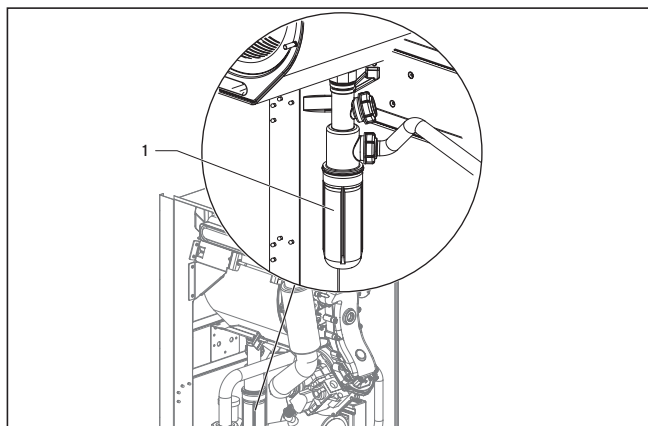

Fig. 5.2 Remplissage du siphon
- Dévissez la partie inférieure (1) du siphon pour eau de condensation (fig. 5.2).